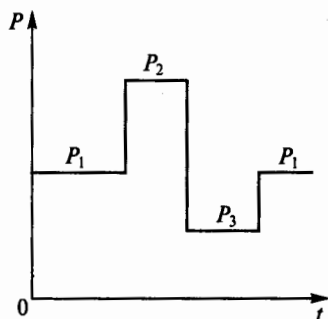

Рис. 255
**11.12.** Исходя из каких условий работы следует выбирать двигатель для приведенного на рис. 255 графика нагрузки?